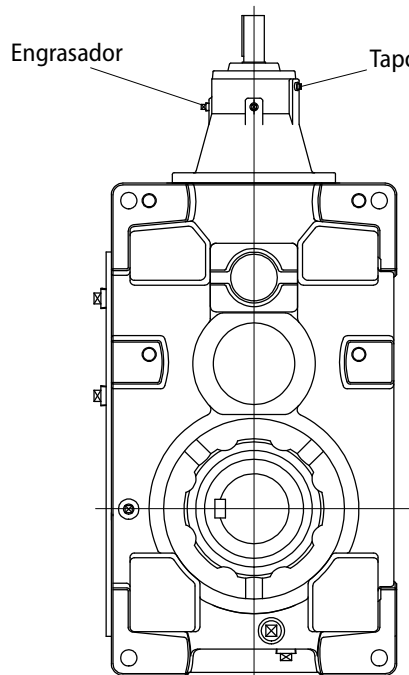

Fig. 25 – Reductor, montaje perpendicular
- Busque las posiciones de las boquillas de engrase y los tapones de descarga de grasa en las Fig. 25 y 26 (página 15).